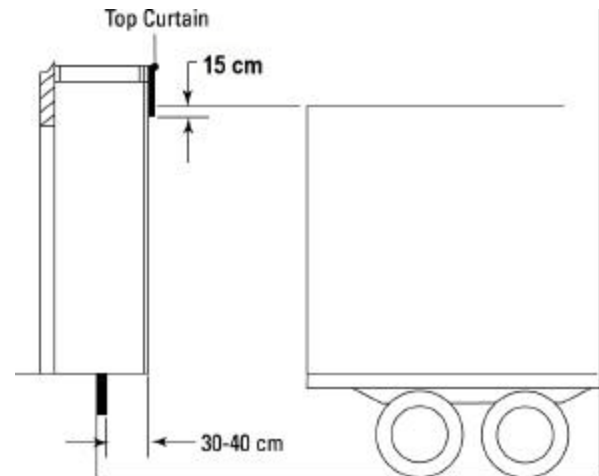

Fig. 50
- Fije el borde inferior de la cortina superior 15 cm bajo la altura del camión típico que llega a la instalación (Fig. 50).
- Diseñe los abrigos para proyectarse 30 cm a 40 cm al frente de los toques del andén (Fig. 50). Para abrigos más anchos que 3,6 m, aumente la proyección del abrigo en 15 cm sobre la recomendación mínima por cada 30 cm del ancho adicional del abrigo.